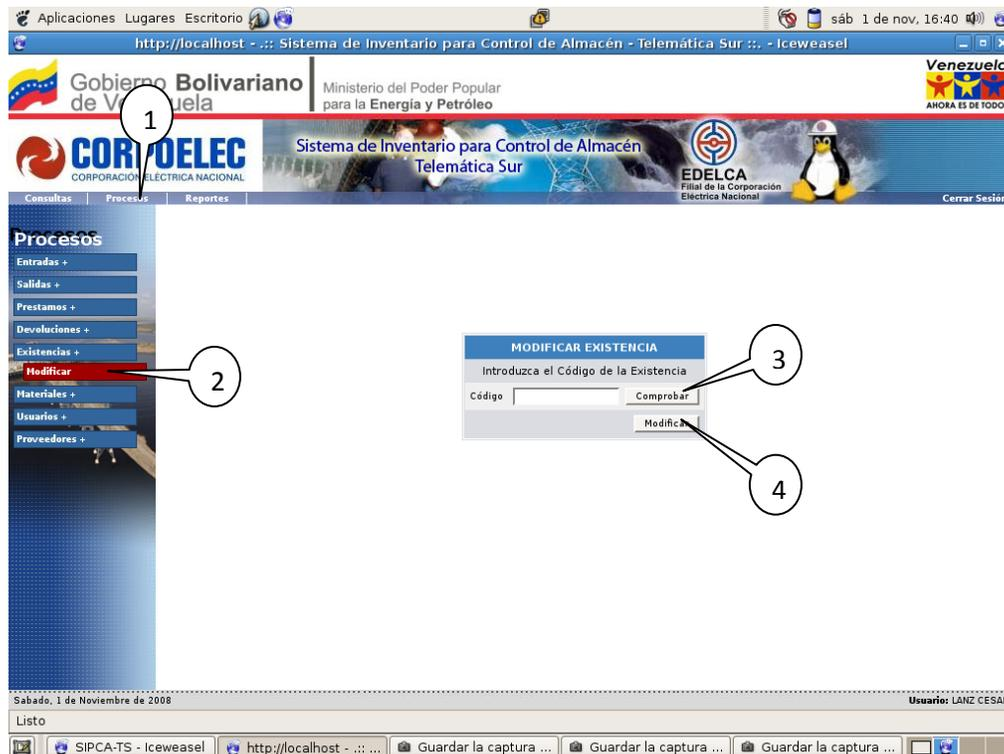

Figura 5.5. Modificación de Datos de Existencia.
Para modificar los datos de una existencia determinada (1, 2) se debe introducir su código de sistema en el formulario como el de la imagen siguiente de ejemplo, el botón del comprobar (3) ejecuta el método de código de colores para determinar si el código es correcto e ir al siguiente formulario de modificación de datos de existencia, al presionar el botón modificar (4). Ver figura 5.5.